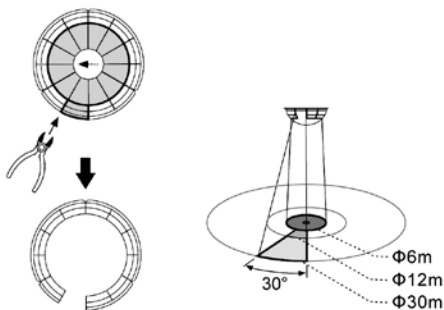

Fig.17
- schroef de powerbox vast aan de opbouwdoos (zie Fig.17)